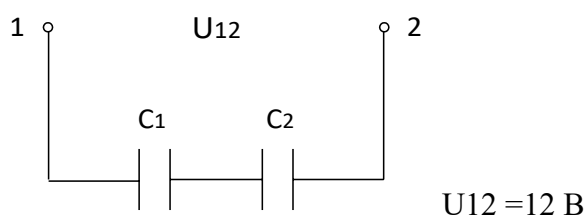

Рисунок 3
1.Собрать цепь согласно рис.3.